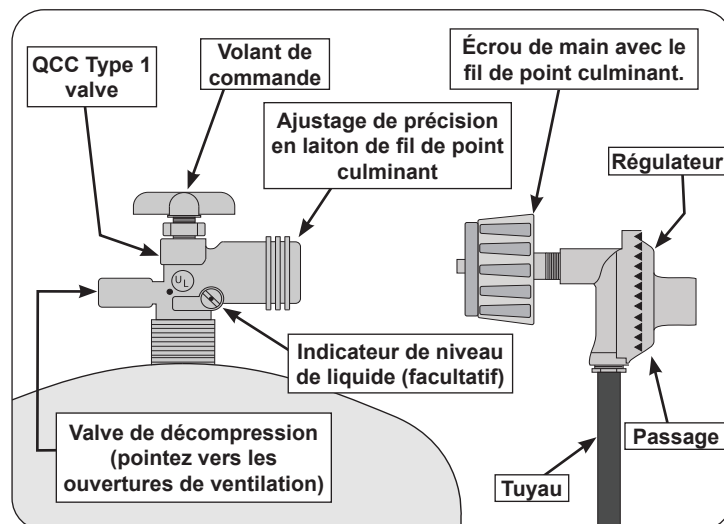

Fig. 6-1 Type coupleur de fil de point culminant d'I
- Lorsqu'il est utilisé avec une bouteille, le système d'alimentation en gaz doit être utilisé avec un régulateur de pression. Le régulateur de pression et l'ensemble de tuyau (**non fourni**) utilisés doivent correspondre à la spécification de type I par ANSI Z 21.58/CGA 1.6 et doivent être conformes à UL 144 en tant que partie du système d'alimentation en gaz propane autonome (voir Fig. 6-1).
Pour déconnecter: tournez l'écrou à main dans le sens antihoraire jusqu'à ce qu'il soit détaché (Fig. 6-1)